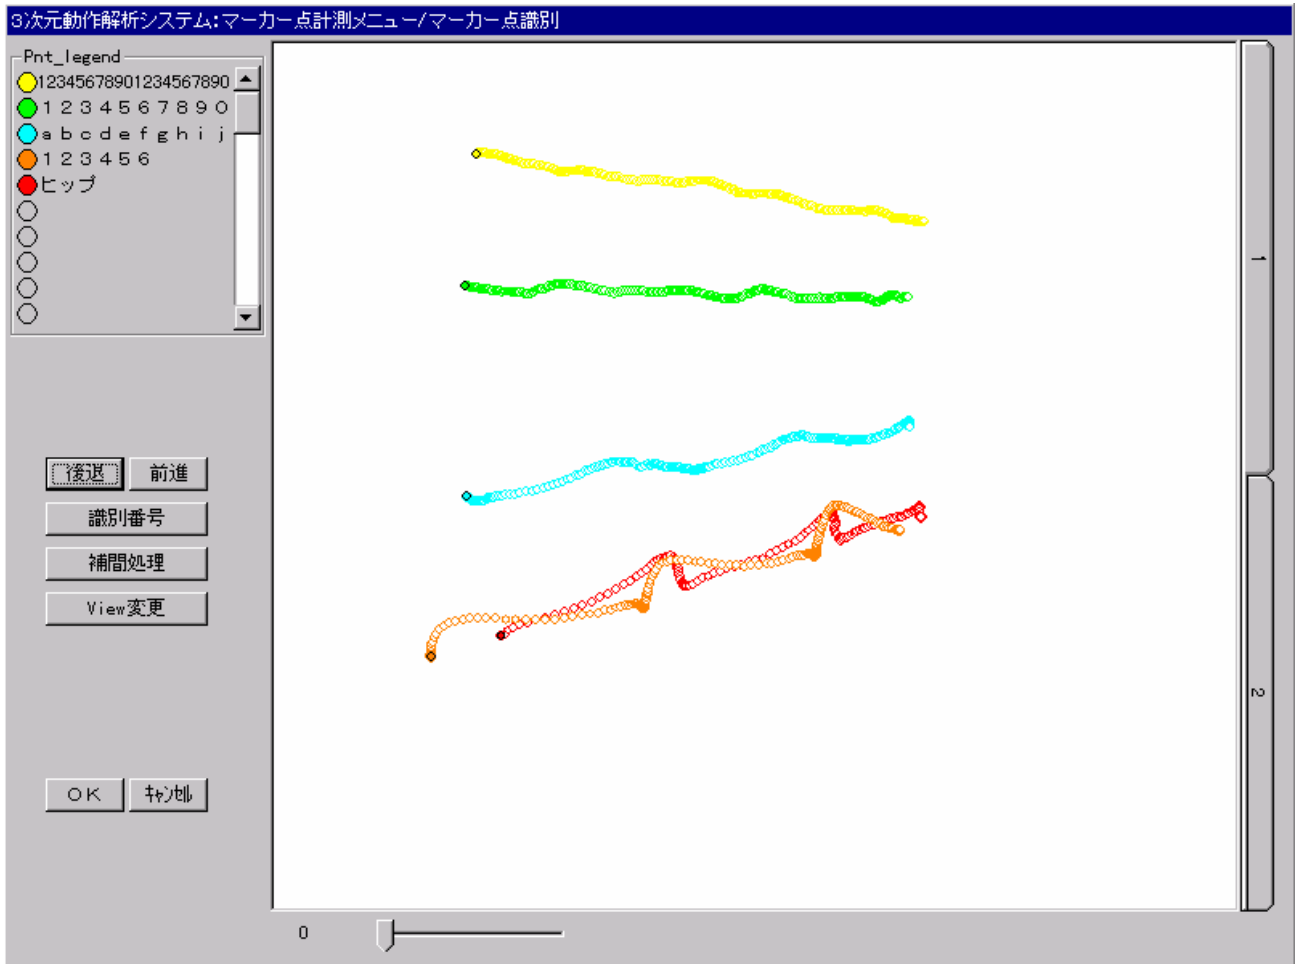

図 85 識別処理
- (1) [View 変更]をクリックし、カメラ1を選択します。
- (2) [識別番号]をクリックし、フレーム番号が0になっていること確認し、識別済のマーカをマウスでクリックします。
- (3) マウスをマーカ一点に合わせてクリックするとマーカ一点に識別番号が割り当てられ、マーカ一点の近くに識別番号を表示します(図 85)。点の指定を終了すると自動追跡を開始し、最終フレームまで自動的に自動識別が行われます。